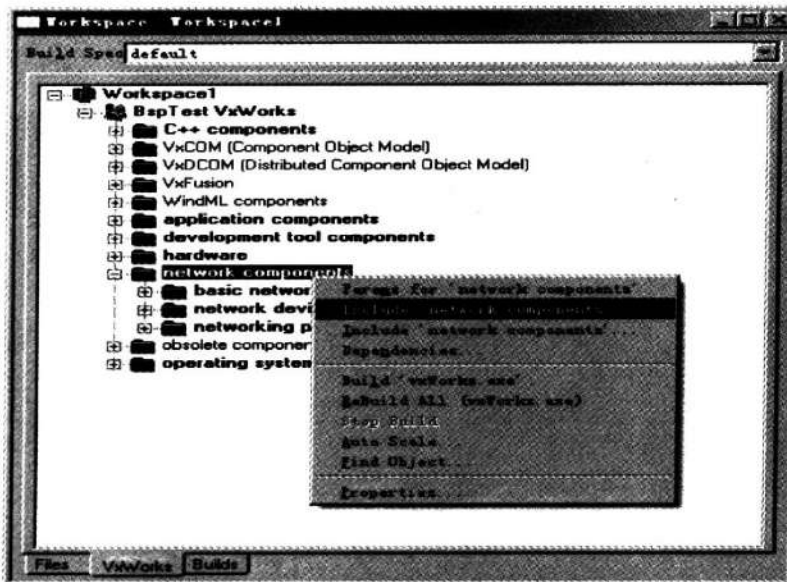

图 4-17 调整系统组件
⑥ 单击 Finish 按钮完成工程的创建。
⑦ 通过工程管理器,参见图 4-17 调整工程的某些属性。例如通过在 network components 选项上右击并选择 Exclude 'network components'来去掉网络支持。